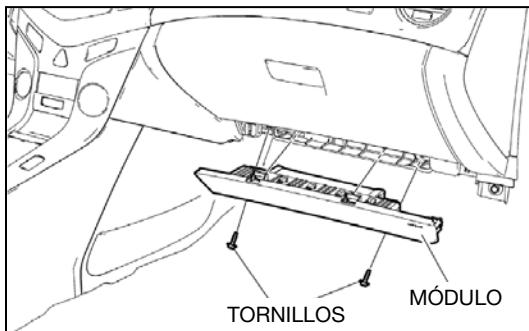

Fig. 8
2. Retire el modulo y los tornillos de sujeción del panel de instrumentos al panel inferior de la contención inflable (ver Fig. 8).